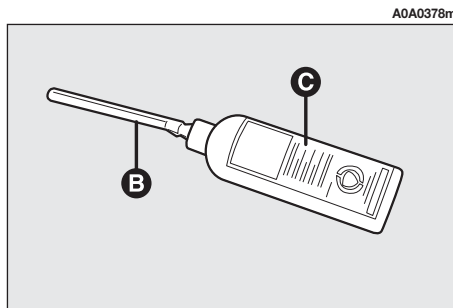

fig. 15
– Visser le tuyau flexible de remplissage (**B-fig. 15**) à la bouteille (**C**).